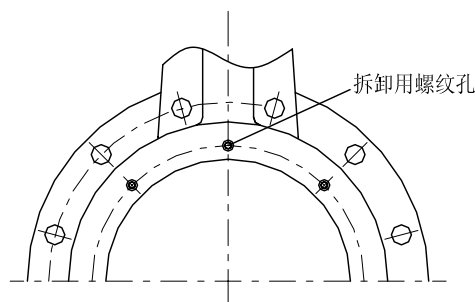

图 10-6.
- 当阀板 ② 处于 20%~30% 开度后，将所有紧固压圈的紧定螺钉 ⑫ 用拆卸工具（十字螺丝刀或内六角扳手），从逆时针方向拧松并拆下。
- 取出压圈 ③，当取出有困难时，可在如图 10-6 所示的拆卸用螺纹孔中顺时针方向拧入 2 个螺钉，则压圈能够较容易地拆下。